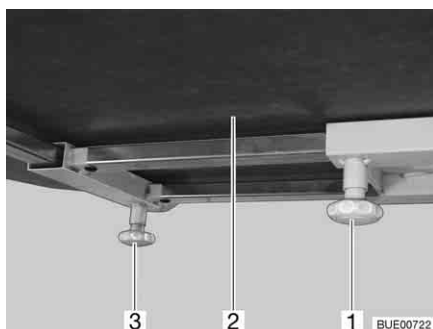

Fig. 119 Spostamento del piano del tavolo (alternativa)
- Svitare la vite a testa cilindrica zigrinata (Fig. 119,1).
- Spingere il piano del tavolo (Fig. 119,2) nella posizione desiderata.
- Svitare la vite a testa cilindrica zigrinata (Fig. 119,3).